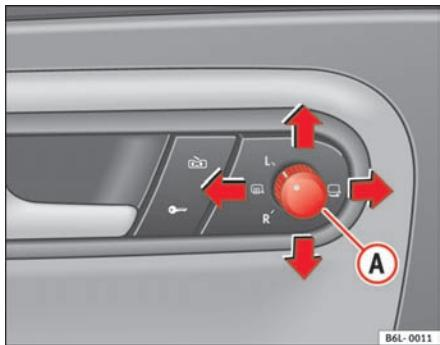

Fig. 67 Mando de los retrovisores exteriores
1. En primer lugar, gire el mando **⇒ fig. 67** hasta la posición **L** (**retrovisor izquierdo**).
- Gire el mando hacia la posición de desempañado **⇒ fig. 67**
- Gire el mando **⇒ fig. 67** hasta la posición para plegar los retrovisores exteriores. Para evitar daños en el vehículo, debería plegar los retrovisores exteriores siempre que utilice un túnel de lavado automático.